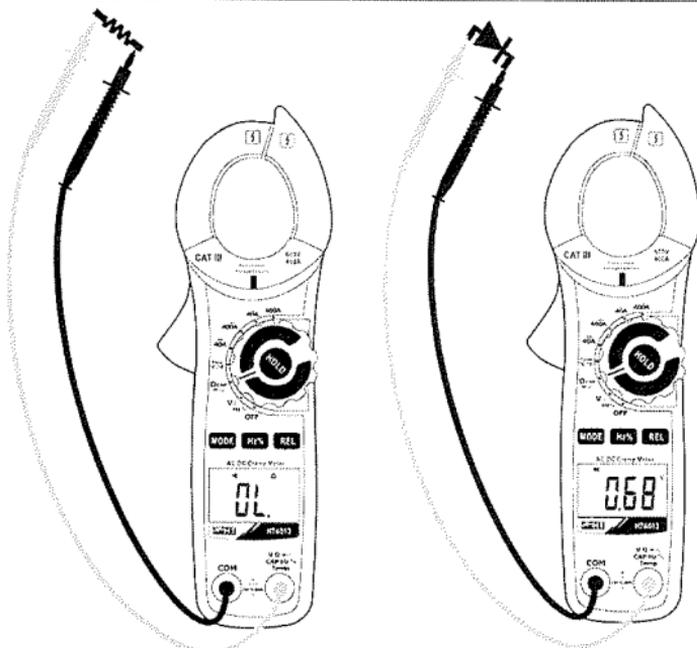

Fig. 7 : Utilisation de la pince pour test de continuité et test des diodes
3. Insérer le câble rouge dans l'entrée du jack **V Ω \rightarrow CAPHz%Temp** et le câble noir dans l'entrée du jack **COM** et exécuter le test de continuité sur l'objet sous test (voir la Fig. 7 - partie gauche). L'alarme émet un signal sonore si la valeur de résistance mesurée est inférieure à 30 Ω environ.
5. Connecter l'embout rouge à l'anode de la diode et l'embout noir à la cathode en cas de mesure de polarisation directe (voir la Fig. 7 – partie droite). Inverser la position des embouts en cas de mesure de polarisation inverse.